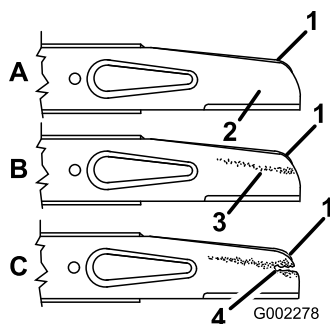

Рисунок 24
Внимательно проверьте остроту и степень износа ножа, особенно в месте соединения плоской и изогнутой частей ножа (**Рисунок 24А**). Проверяйте нож перед эксплуатацией машины, поскольку песок и абразивный материал могут стачивать металл между плоской и изогнутой частями ножа. Если вы заметили бороздку или износ (**Рисунок 24В** и **Рисунок 24С**), замените нож; см. раздел **Демонтаж ножа** (страница 37).
2. Выверните болт ножа, снимите стопорную шайбу, акселератор и нож (Рисунок 24).